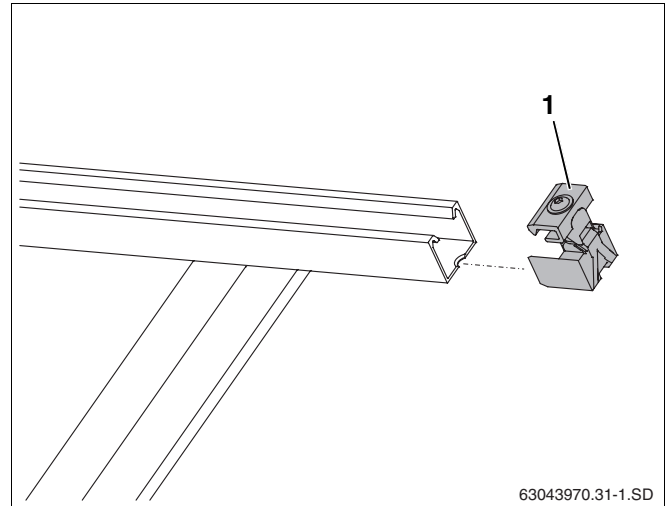

Fig. 44 Insérer les tendeurs unilatéraux
- Glisser les tendeurs unilatéraux (fig. 44, **pos. 1**) à l'extrémité droite du champ de capteur dans les rails profilés jusqu'à ce que la première perforation longitudinale du rail s'enclenche.